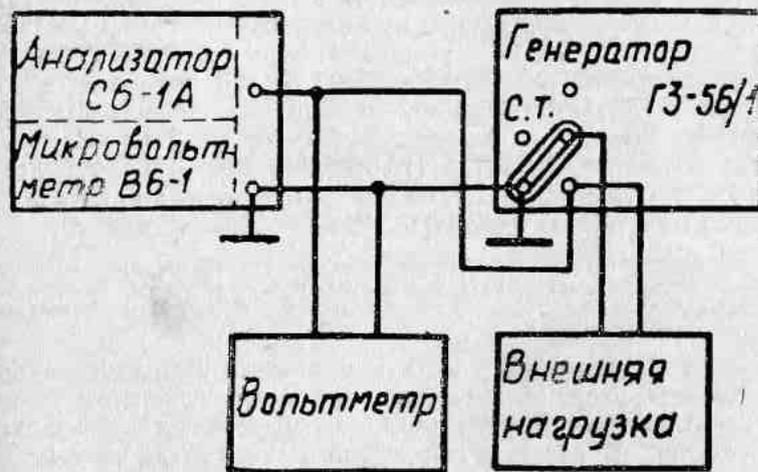

Рис. 7. Схема электрическая структурная проверки  $K_r$  на внешних нагрузках
Проверка  $K_r$  на симметричном выходе производится на тех же частотах по следующей схеме рис. 7.
**Примечание.** При измерении  $K_r$  на нагрузке 5 кОм в диапазоне частот 20—200 кГц (IV поддиапазон) по схеме (рис. 7) внешний вольтметр после выставления выходного напряжения необходимо отключить.